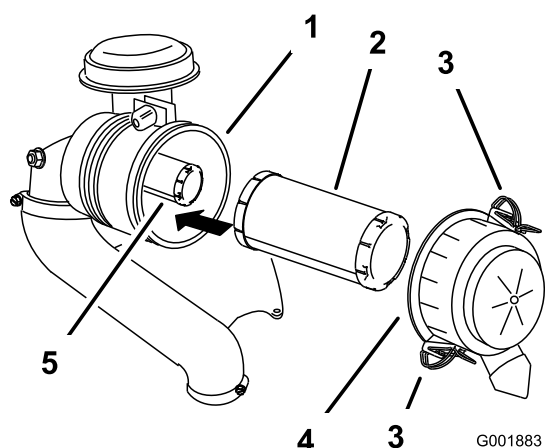

Figura 37
4. Rilasciate i dispositivi di fermo del filtro dell'aria e togliete il coperchio dal corpo del filtro (Figura 37).
6. Estraiete con cautela il filtro primario dal corpo del filtro dell'aria (Figura 37).
- Se sostituite il filtro interno, inseritelo con cautela nel corpo del filtro (Figura 37).
- Montate con cautela il filtro primario sul filtro interno (Figura 37).
- Montate il coperchio del filtro dell'aria ed i dispositivi di fermo (Figura 37).